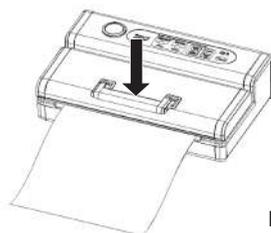

Fig.7
4. Chiudere il coperchio e bloccare la maniglia (fig. 7).